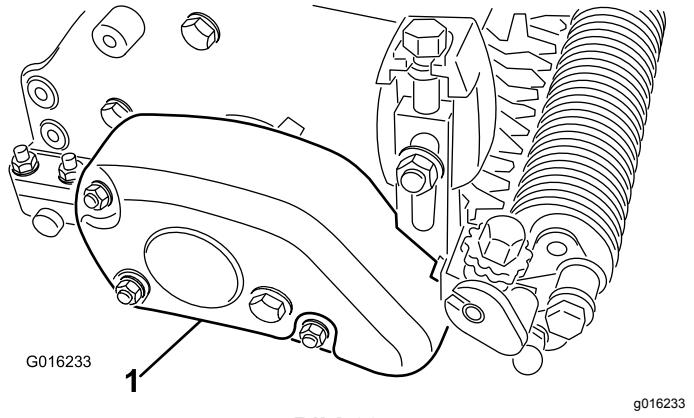

Bild 29
1. Entfernen Sie die Riemenabdeckung vom Groomergehäuse (Bild 29).